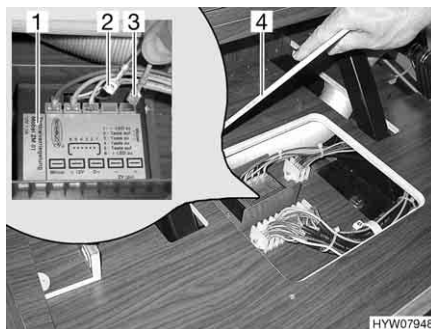

Bild 97 Steuergerät für Zentralverriegelung am Küchenblock
- Abdeckung (Bild 97,4) über dem Steuergerät abnehmen.
- Am Steuergerät (Bild 97,1) die beiden Kabel "ZV+" (blau) (Bild 97,3) und "ZV-" (braun) (Bild 97,2) abziehen.